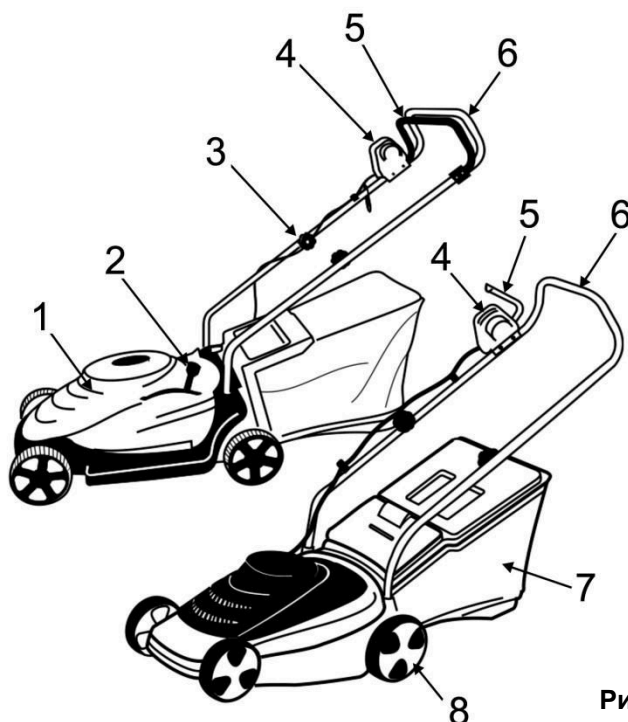

Рис. 1
- Установите верхнюю часть рукоятки управления на нижнюю. Зафиксируйте положение барашковой гайкой (3)(См. Рис.1; 2).
- Для включения газонокосилки: нажмите кнопку блокировки (4)(См. Рис.1;3), и удерживая ее в этом положении, нажмите на пусковой рычаг (5)(См. Рис.1; 3).
- Для выключения газонокосилки: отпустите пусковой рычаг (5)(См. Рис.1; 3) и отсоедините косилку от сети питания.
- Для этого необходимо регулировочный рычаг (2) (См. Рис.1) установить в желаемое положение.